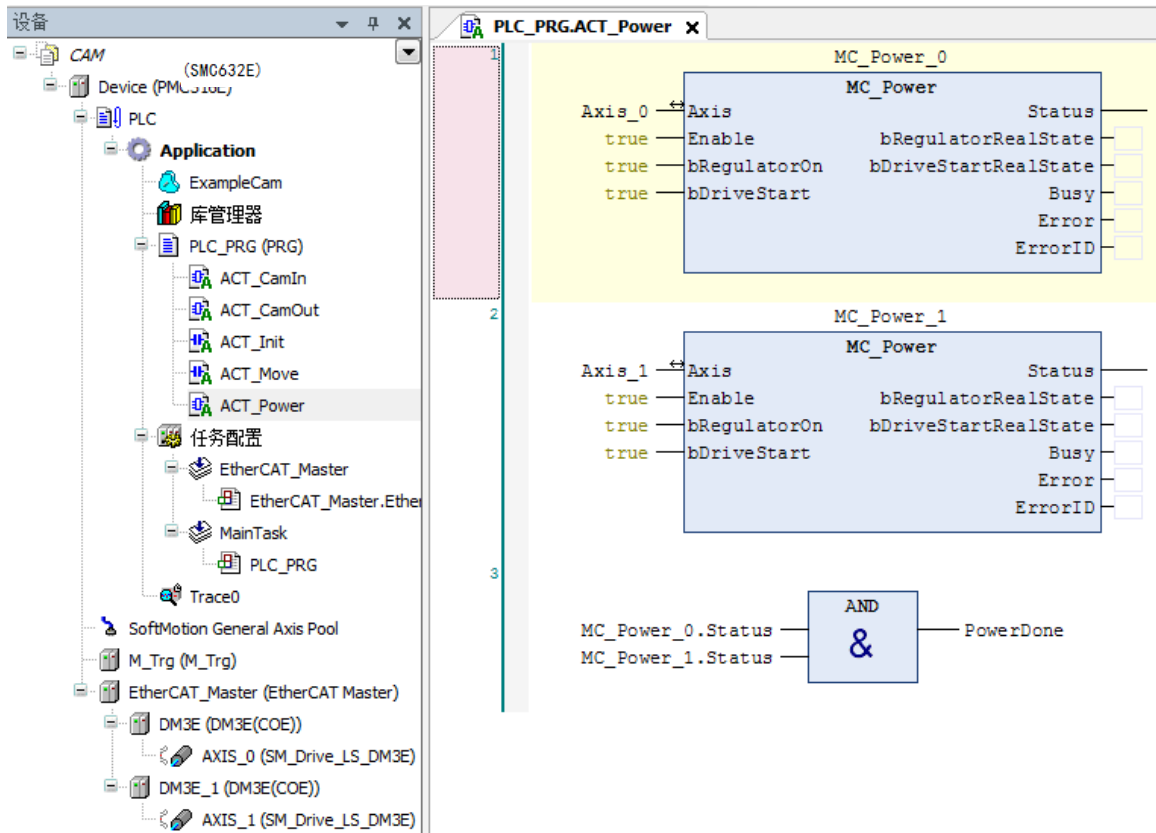

图 6.16 上电模块
3) 在主程序 PLC_PRG 下添加上电使能模块 ACT_Power、配置电子凸轮模块 ACT_CamIn、脉冲模块 ACT_Init 和主轴运动模块 ACT_Move 和断开电子凸轮模块 ACT_CamOut，如图 6.16~6.20 所示。